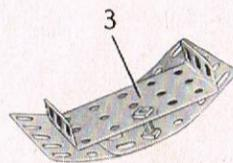

Fig. 5.11a
L'abri du moteur s'obtient en boulonnant une plaque flexible de 6 x 4 cm. (2) de chaque côté de la base. Les extrémités supérieures des plaques flexibles sont réunies par une plaque à rebords de 6 x 4 cm. (3) (fig. 5.11a). Le toit est formé par deux plaques cintrées de 43 mm. de rayon tenues par un boulon de 12 mm. sur la plaque à rebords (3), et boulonnées sur une bande coudée de 60 x 12 mm. fixée sur la base. L'arrière de l'abri est une plaque flexible de 6 x 6 cm.